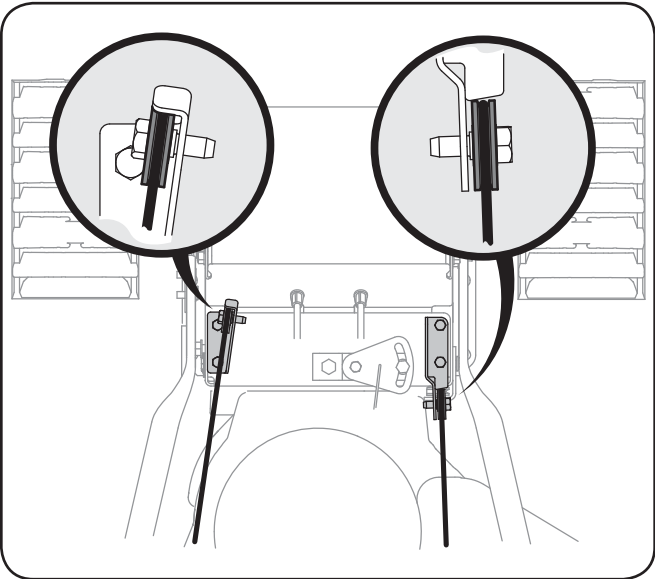

Figure 3-1
- Assurez-vous que les deux câbles, sur la partie inférieure de la souffleuse, sont bien alignés avec les rouleaux de guidage. Redressez le guidon supérieur, alignez le guidon supérieur avec le guidon inférieur. Voir la Figure 3-1.